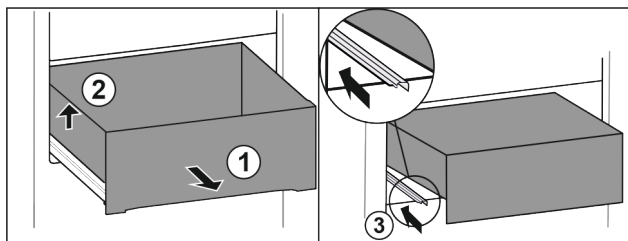

Fig. 88
- ▶ Predal izvlecite do omejevala. Fig. 88 (1)
- ▶ Dvignite predal levo. Fig. 88 (2)
- ▶ Vstavite levo vodilo. Fig. 88 (3)